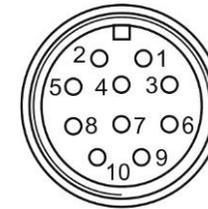

Рисунок 2.12 – Расположение контактов вилки 2PMГ-22-10 (ШР22-10)
2.3.4.7. Для подключения релейных цепей сигнализации используются 10-ти контактные разъемы типа 2РМГ22-10 (ШР22-10) (см. рисунок 2.12).